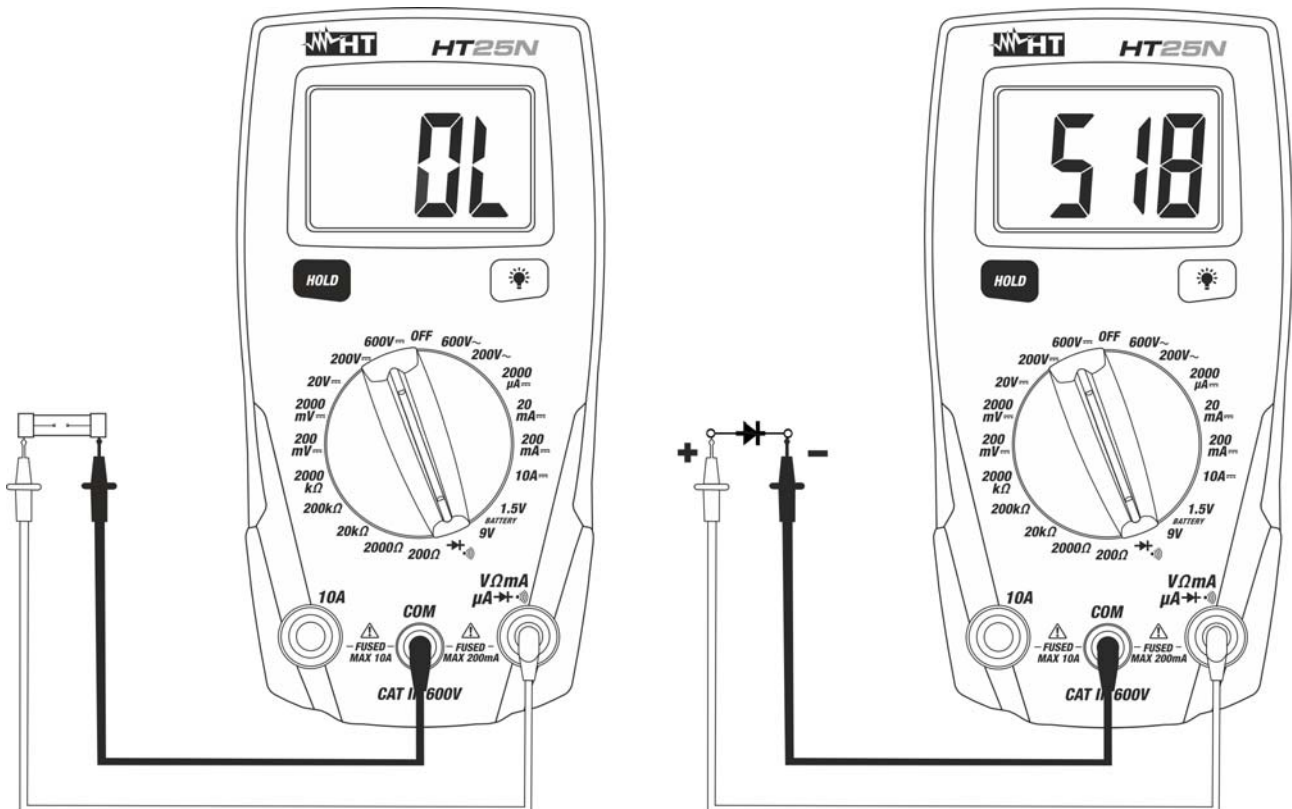

Fig. 6: Uso dello strumento per la prova di Continuità e la prova Diodi
3. Posizionare i puntali nei punti desiderati del circuito in esame (vedere Fig. 6 – parte sinistra)
5. Posizionare i puntali ai capi del diodo in esame (vedere Fig. 6 – parte destra) rispettando le polarità indicate
8. Se lo strumento visualizza il messaggio "OL" i terminali del diodo sono invertiti rispetto a quanto indicato in Fig. 6 oppure la giunzione P-N del diodo è danneggiata